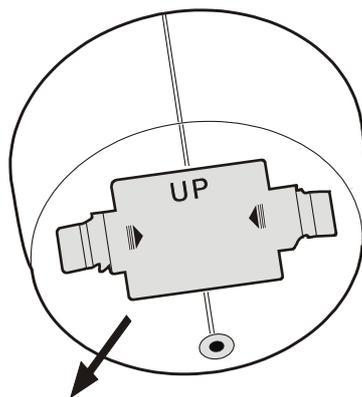

Abb. 5
- Drücken Sie die „Taste“ auf dem Batteriefach gemäß der Pfeilmarkierung und ziehen Sie die Abdeckung des Batteriefachs heraus (Abb. 5). Hinweis: Auf dem Batteriefach ist das Wort UP eingraviert. Verwechseln Sie nicht die Richtung.